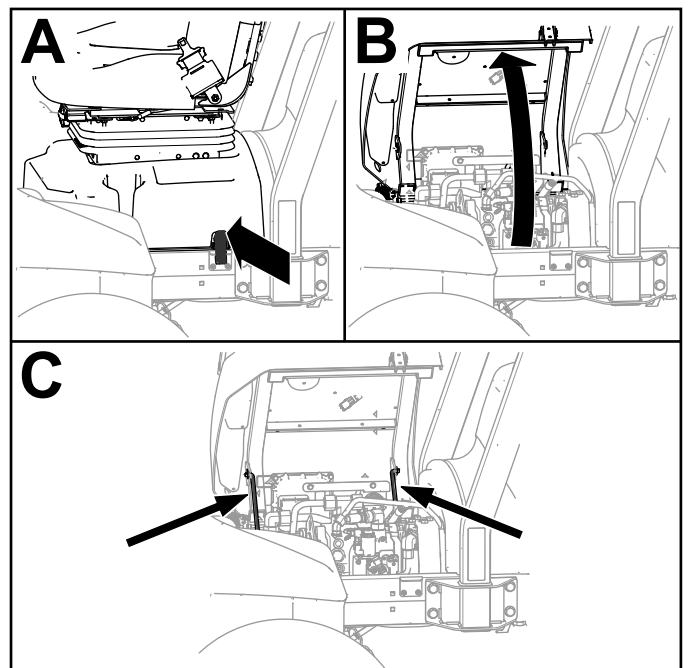

Figure 39
1. Déverrouillez le socle du siège (A de Figure 39).
2. Basculez le siège et son socle sur le côté (B de Figure 39).
3. Soutenez-les dans cette position avec les béquilles (C de Figure 39).